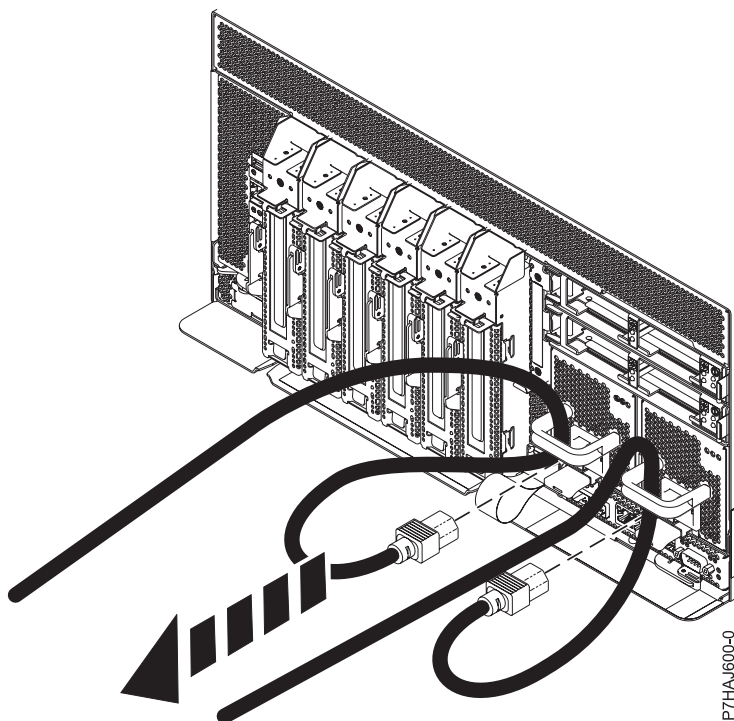

Abbildung 33. Netzkabel abziehen
3. Ziehen Sie die Netzkabel von der Systemeinheit ab (siehe Abb. 33 auf Seite 54).